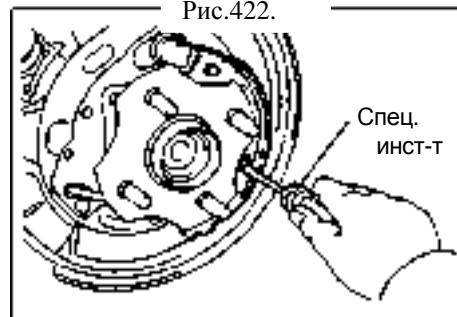

Рис.422.
8. Снимите колодку стояночного тормоза (LH).
- (a) Используйте специальный инструмент для снятия колодки стояночного тормоза, пружины, штыря и внутренней колодки (рис.422).